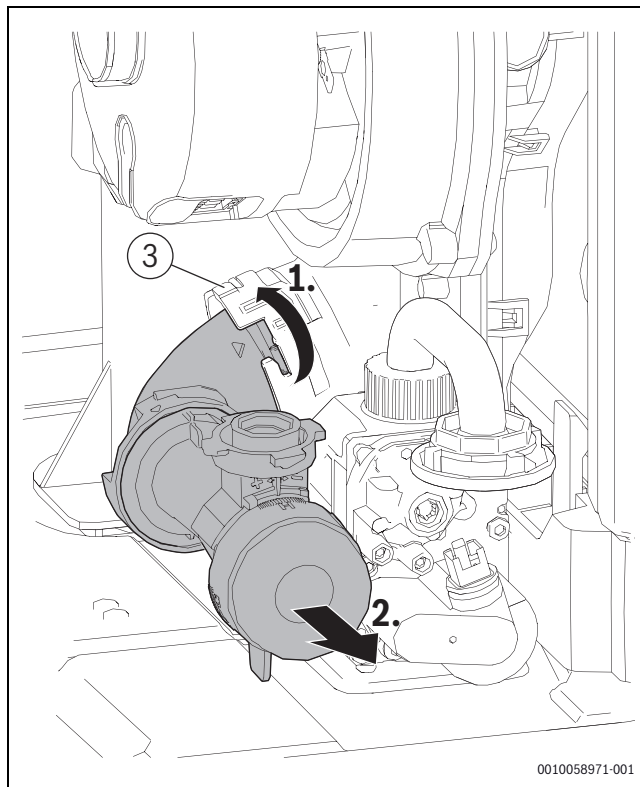

Bild 88 Einstelldüse ausbauen
- ▶ Einstelldüse wieder am Venturirohr [3] befestigen (→Bild 88, Seite 66).